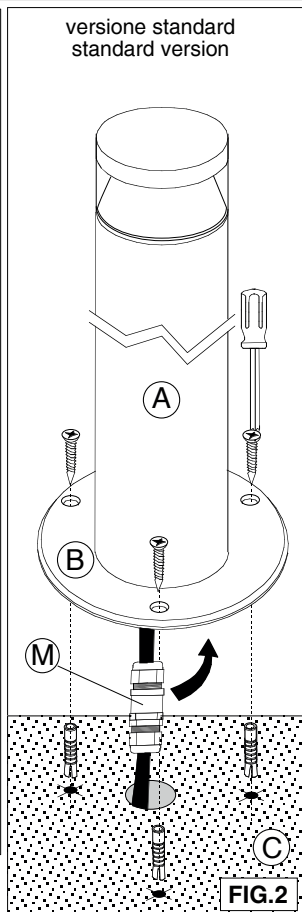

FIG.2
- Fissare a pavimento l'apparecchio con tasselli e viti adeguate usando come dima l'apparecchio stesso. **FIG.2**
- Fix the unit to the floor through anchors and appropriate screws using the unit as a template. **FIG.2**